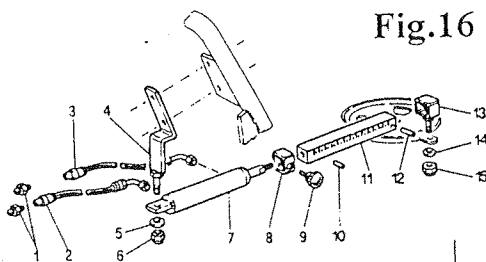

Fig.16
8.2 COMANDO IDRAULICO (fig.16)
8.2 HYDRAULIC-DRIVE (fig.16)